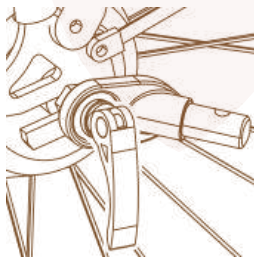

Figura 11
1. Eje de liberación rápida: Retire el eje de liberación rápida del lado izquierdo del eje trasero de la bicicleta. Instale el enganche entre la liberación rápida y el cuadro de la bicicleta. El enganche puede permanecer en la bicicleta cuando se retire el remolque (Figura 11).